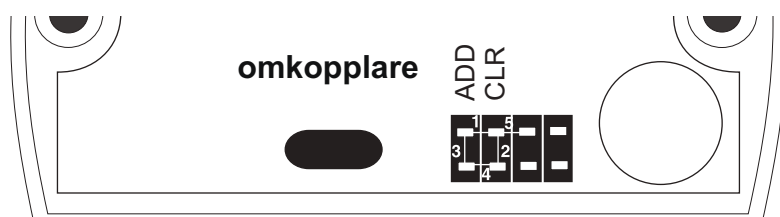

Bild 3. Omkopplarpåsarpositioner.
En omkopplare medföljer varje Matrix II K läsare för programmeringsändamål. Det finns fem giltiga omkopplarpåsarpositioner (se bild 3).
- Anslut de externa enheterna till läsarens terminaler i enlighet med kopplingsschemat. Om låset är elektromekaniskt, montera en skyddsdiode (se bild 7), och ställ omkopplaren i position #1 (se bild 3).